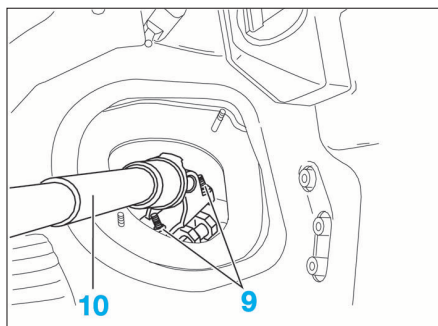

FIG. 13
- la vis (5).
- les vis de fixation (6).
- Dégager le cardan de direction en écartant le clip de sécurité (A).
- les vis (7).
- le joint (8).
- les vis (9) (Fig.13).
- l'axe de colonne de direction comprenant le cardan inférieur (10).